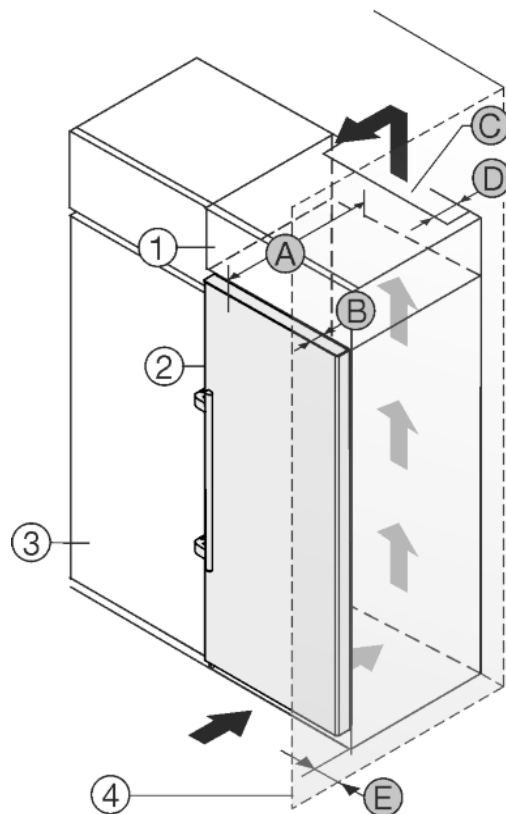

Fig. 21
Уредът може да е обграден с кухненски шкафове. За да изравните височината на уреда Fig. 21 (2) с височината на вградената кухня, над уреда може да се постави шкаф-пристройка Fig. 21 (1).
Уредът да се постави непосредствено до кухненски шкаф Fig. 21 (3). За да могат вратите да се отворят изцяло, уредът трябва да е издаден с дълбочината Fig. 21 (B) спрямо лицето на кухненския шкаф. В зависимост от дълбочината на кухненските шкафове и използването на детайли за отстояние от стената, уредът може да излезе още по-напред.
- От задната страна на шкафа-пристройка трябва да има вентилационен отвор с дълбочина Fig. 21 (D) по цялата ширина на шкафа-пристройка.
- Под тавана на помещението трябва да се спази сечението за вентилация *Fig. 21 (C)*.
Когато уредът се поставя с пантите до стена *Fig. 21 (4)*, трябва да бъде спазено разстоянието *Fig. 21 (E)* между уреда и стената. Това отговаря на разстоянието, с което дръжките стърчат при отворена врата.